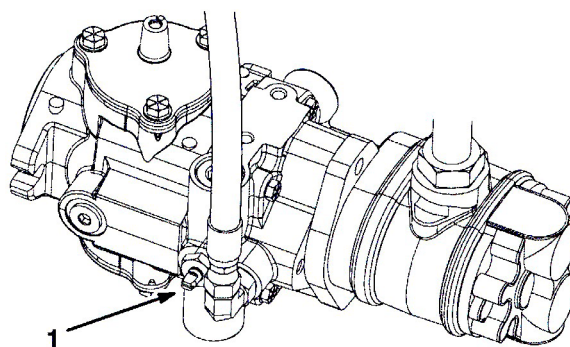

図40
- 油圧ポンプについているバイパスバルブ（図40）の溝が「縦」になるようにバルブを回転させる。
- エンジンを始動する時には、必ずバイパスバルブ（図40）を閉じてください（溝が横向きになる）。バルブを開けたままでエンジンを掛けしないで下さい。